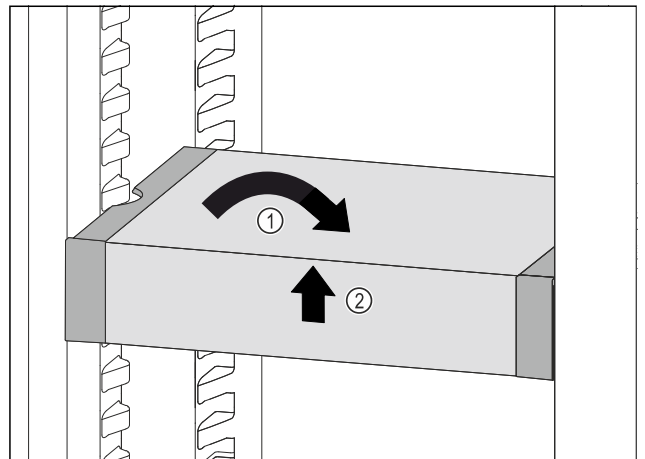

Fig. 94
- ▶ Вирівняти VarioSafe. Fig. 94 (1)
- ▶ Підняти VarioSafe спереду. Fig. 94 (2)